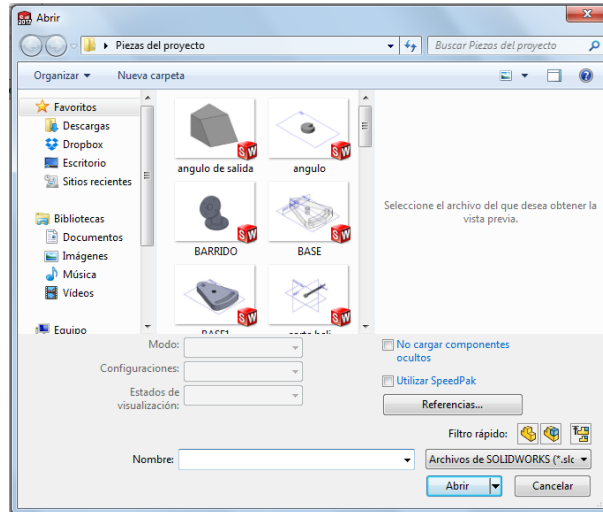

Ilustración 169
Paso 2: A continuación aparece una pantalla donde se selecciona la pieza que se desea insertar en el ensamble (ver ilustración 169).